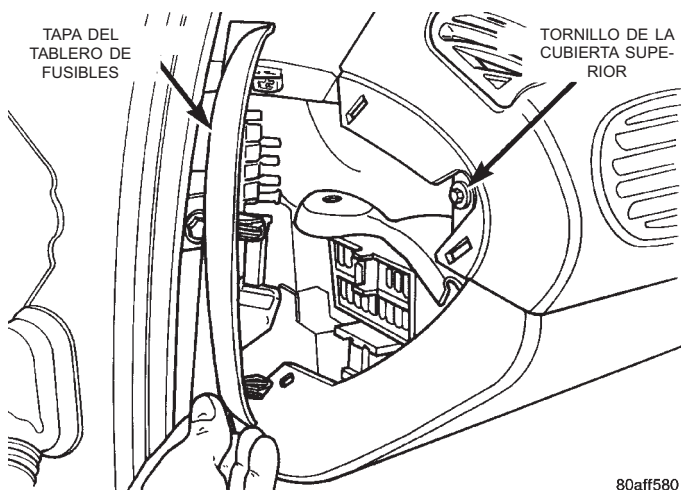

Fig. 19 Cubierta superior del tablero de instrumentos—Lado izquierdo
(5) Tire del cable hacia arriba para extraerlo del mecanismo del cambio de marchas.
(6) Retire la tapa del tablero de fusibles del extremo izquierdo del tablero de instrumentos. Retire el tornillo que fija el extremo de la cubierta superior del tablero de instrumentos (Fig. 19).